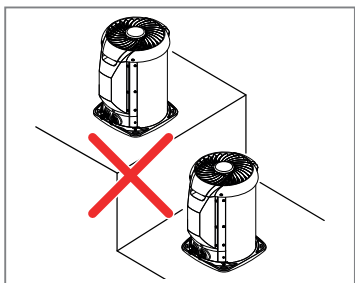

FIG. 4 - EVITAR INSTALAÇÃO EM DEGRAUS
- Recomenda-se **não** instalar a unidade condensadora em degraus, para evitar que uma das unidades aspire o ar aquecido proveniente da outra (Fig. 4).